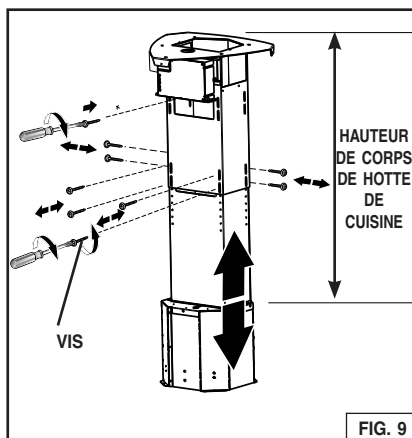

FIG. 9
2. Desserrez les vis du corps (Fig. 9.) et ajustez le corps de la hotte de cuisine à la longueur voulue indiquée dans le tableau de la page 10.